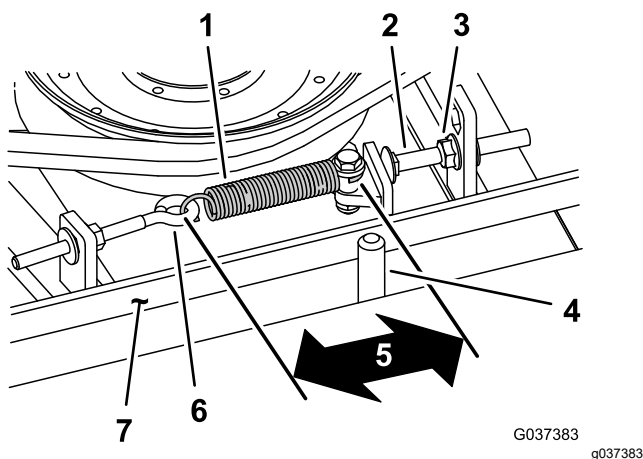

Figura 83
Cuando está correctamente tensado, la longitud en el interior del muelle de extensión (entre ganchos) debe ser de 8,3 cm a 9,5 cm aproximadamente. Una vez que haya obtenido la tensión correcta del muelle, ajuste el perno de tope (perno de cuello cuadrado) hasta que quede aproximadamente 2–5 mm de holgura entre la cabeza del perno y el brazo tensor (Figura 83).
Nota: Asegúrese de que la correa está colocada en el lado del muelle de la guía de la correa (Figura 83).
2. Afloje el perno de ojal (Figura 83).
3. Afloje la tuerca con arandela prensada que fija el perno de tope a la pestaña de montaje, y aparte la polea tensora de la correa (Figura 83).
9. Conecte el muelle de extensión (Figura 83) al perno de ojal y tense la correa de la siguiente manera: